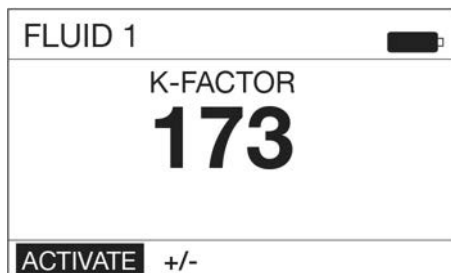

FIG. 61
2. Si el medidor reconoce el cupón de calibración, aparecerá la pantalla de configuración mostrada en la FIG. 61.
3. Aparecerá la pantalla del factor K que se muestra en la FIG. 61. El número mostrado en la pantalla es el factor K que el medidor está utilizando en ese momento. Una vez terminado el procedimiento de calibración, este número puede ser igual o diferente a lo que muestra actualmente la pantalla.